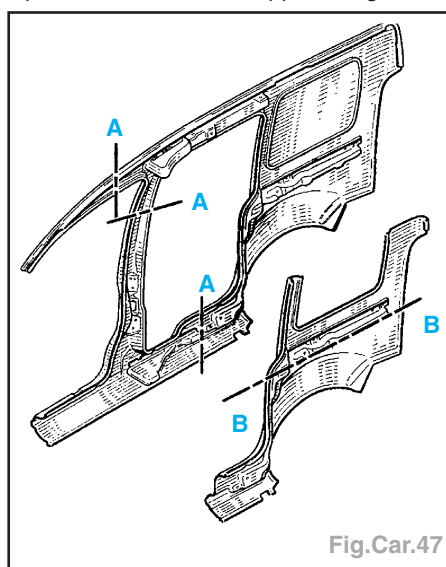

Fig.Car.47
- Pour la version tôlée, cette pièce peut être remplacée de deux façons (voir coupes sur le dessin ci-dessous) (Fig.Car.47) :